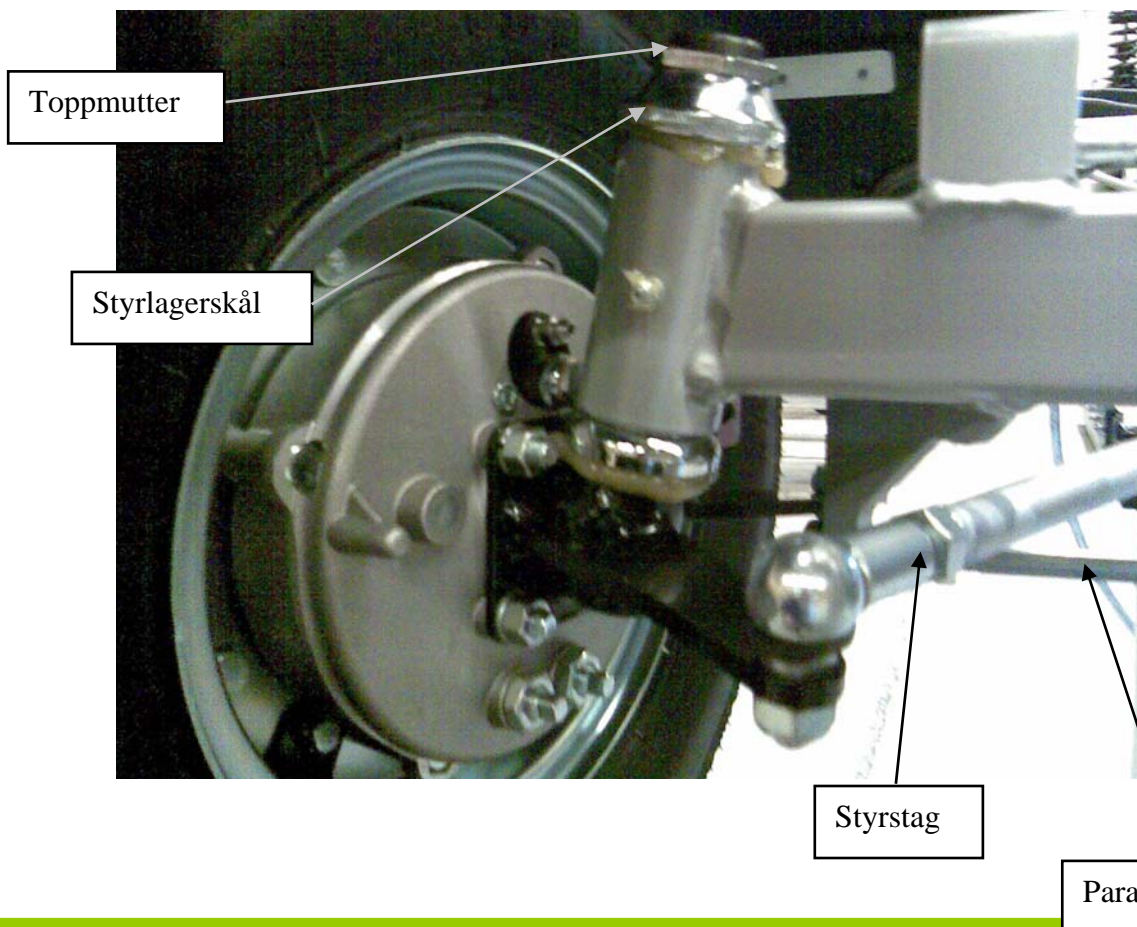

Bild 2
-Flytta över ev detaljer till den nya styrspindeln, fetta in och montera tillbaka (se bild 2).